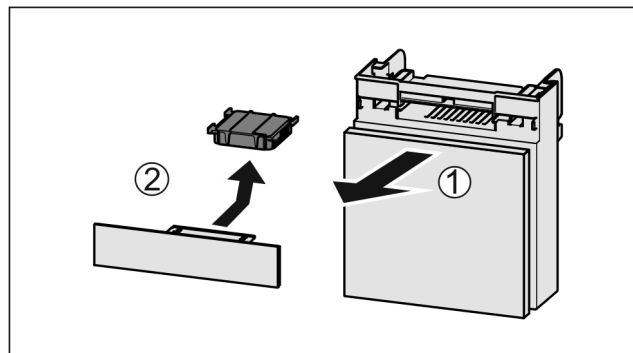

Fig. 120
- Издърпайте Fig. 120 (1) напред от отделениято.
- Извадете Fig. 120 (2) филтърът с активен въглен.